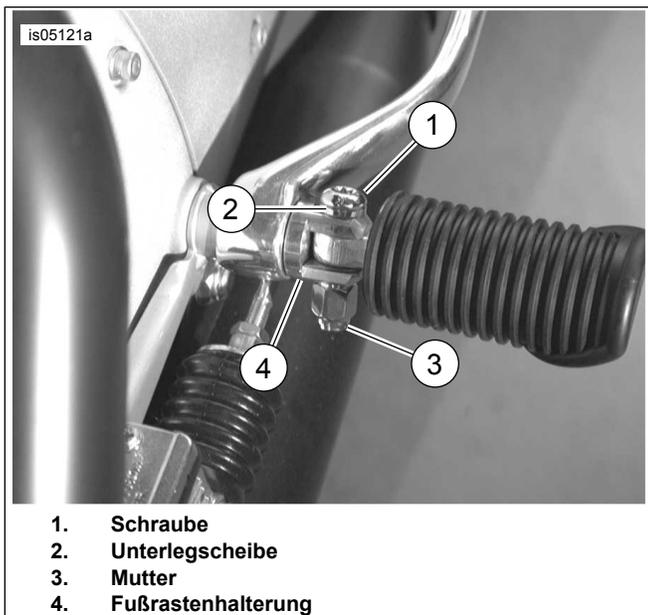

Abbildung 2. Einbau der Fußrastenschraube
2. Siehe Abbildung 2. Die Fußraste mit **neuer** Unterlegscheibe (2) und Schraube (1) einbauen.
3. Die **neue** Mutter (3) einbauen. Festziehen.